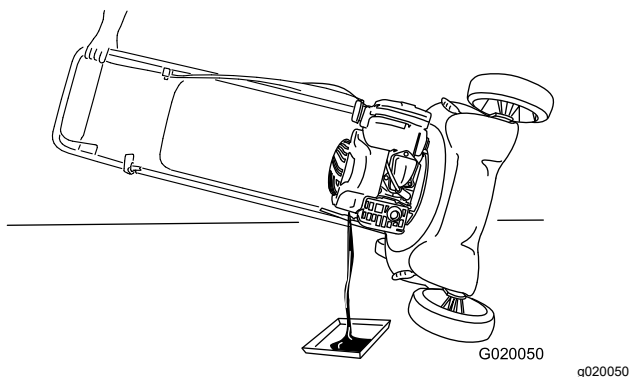

Figure 21
- 4. Basculez la machine sur le côté (filtre à air en haut) pour vidanger l'huile usagée par le tube de remplissage (Figure 21).